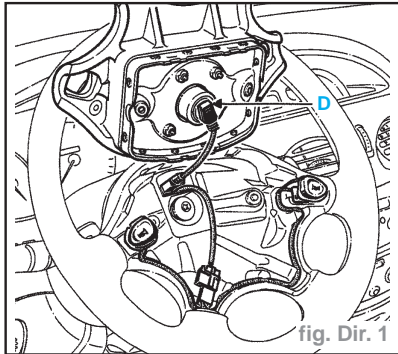

fig. Dir. 1
Important : - Lors de toute dépose de volant, il est IMPÉRATIF de débrancher le connecteur de l'airbag (D) (fig Dir. 1).
- le coussin airbag par ses 2 vis étoile (ex. Torx 30) (couple de serrage **0,5 daN.m**) situées derrière le volant et débrancher son connecteur (D) (fig. Dir. 1)